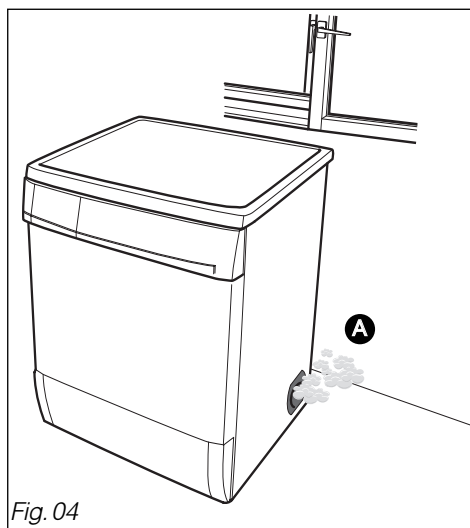

Fig. 04
• **Soit directement dans la pièce :** (Fig. 04) **A**